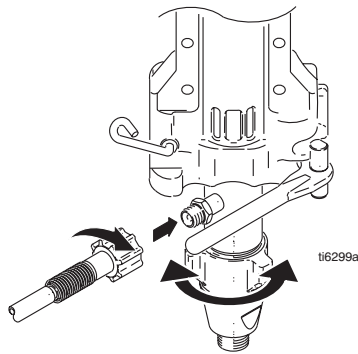

FIG. 26
4. FIG. 26. Refermer la fermeture à genouillère et remettre le levier en place. Ne pas appuyer sur le levier pour serrer.
5. FIG. 26. Faire pivoter la pompe pour la positionner en face du flexible de peinture. Brancher le flexible et serrer à la main à 70 in-lb.